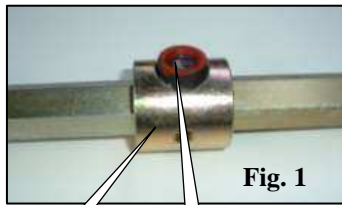
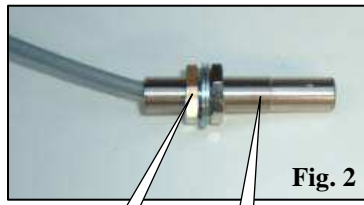
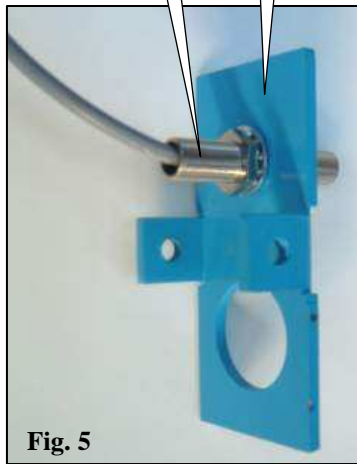
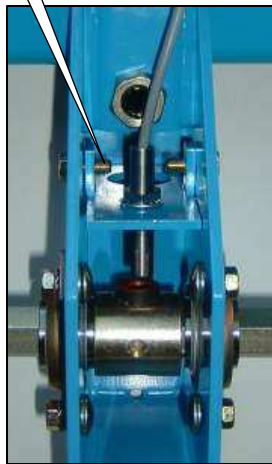

Fig. 1
Fig. 2
Fig. 5
Fig. 6
- **Sur semoir NG+ et NX (à partir de 2006)**, enlever le couvercle du boîtier A (fig.1) et la distribution. Retirer la tôle de protection I (Fig. 6) fixée sur le boîtier.
- **On NG+ and NX seeders (from 2006)**, remove the unit's cover A and the feed mechanism. Remove the protective metal plate I (Fig. 6) mounted on the unit.
- **Bei einer NG+- oder NX-Sämaschine (vor 2006):** Nehmen Sie den Deckel des Gehäuses A (Abb.1) und das Säsystem ab. Nehmen Sie ein Furchenrad, eine Säscheibe und den Zulauf aus schwarzem Plastik ab. Montieren Sie den neuen Zulauf B (Abb. 2) Ref. 7079.a (Haken nach unten, Achse und Stift nach oben).
- **Bei einer NG+- oder NX-Sämaschine (ab 2006):** Nehmen Sie den Deckel des Gehäuses A (Abb.1) und das Säsystem ab. Entfernen Sie das Schutzblech I (Abb. 6), das auf dem Gehäuse befestigt ist.
- **Bei einer NC-Sämaschine:** Senken Sie die Schar. Nehmen Sie den Deckel des Gehäuses A (Abb. 1) und das Säsystem ab.
- **Bei einer NG+- oder NX-Sämaschine:** Montieren Sie mit Hilfe der Sechskantschraube F (Abb. 1 und 5) die Schutzplatte E (Abb. 1 und 5) Ref. 6240 auf den Deckel des Sägehäuses, ohne dabei das Blech G (Abb. 1 und 5) Ref. 6241 zu vergessen.
- **Op zaaimachine NG+ en NX (voor 2006):** verwijder de deksel van het distributiehuis A (fig.1) en het distributiemechanisme. Demonteer een dieptemeterwiel en een schijf evenals de zwarte plastic zaadkorrelafvoerstuk. Monteer het nieuwe zaadkorrelafvoerstuk B (fig.2) ref. 7079.a (haak beneden, as plus borgpen boven).
- **Op zaaimachine NG+ et NX (vanaf 2006),** verwijder de deksel van distributiehuis A (fig.1) het distributiemechanisme. Verwijder de beschermkap I (Fig. 6) op het distributiehuis.
- **Op zaaimachine NC:** laat de kouter zakken. Verwijder het deksel van distributiehuis A (fig. 1) en het distributiemechanisme.
- **Op zaaimachine NG+ en NX:** monteer de beschermkap E (fig.1 en 5) ref. 6240 op het deksel van de verdeelkast met behulp van de zeskantige schroeven F (fig.1 en 5); vergeet niet de plaat G (fig. 1 en 5) ref. 6241.
- **En sembradora NG+ y NX (antes de 2006)** quitar la tapa de la caja A (fig.1) y la distribución. Desmontar una rueda de control y un disco así como el descenso de granos de plástico negro. Montar el nuevo descenso B (fig.2) ref. 7079.a (gancho abajo, eje más pasador arriba).
- **En sembradora NG+ y NX (a partir de 2006)** quitar la tapa de la caja A (fig. 1) y la distribución. Retirar la placa de protección I (Fig. 6) fijada en la caja
- **En sembradora NC,** bajar la reja. - Quitar la tapa de la caja A (fig. 1) y la distribución.
- **En sembradora NG+ y NX** montar la solapa protectora E (fig. 1 y 5) ref. 6240 en la tapa de la caja de distribución con los tornillos de cabeza hexagonal F (fig. 1 y 5) sin olvidar la placa G (fig. 1 y 5) ref. 6241.
- **Nei modelli di seminatrice NG+ e NX, (immatricolati prima del 2006)** rimuovere il coperchio della scatola A (fig.1) e la distribuzione. Smontare una ruota di calibro, un disco e la discesa di semi in plastica nera. Montare la nuova discesa B (fig.2) ref. 7079.a (gancio in basso, asse più copiglia in alto).
- **Nel modello di seminatrice NC, (immatricolati dal 2006)** abbassare il vomere. Rimuovere il coperchio della scatola A (fig. 1) e la distribuzione. Rimuovere la lamiera di protezione I fissata sulla scatola (Fig.6)
- **Nei modelli di seminatrice NG+ e NX,** montare la bavetta di protezione E (fig. 1 e 5) ref. 6240 sul coperchio della scatola di distribuzione con le viti a testa esagonale F (fig. 1 e 5) senza dimenticare la lamiera (fig. 1 e 5) ref. 6241.
-Coller l'aimant B sur la noix A (fig. 1) si cela n'est pas déjà fait.
-**Sur NC et NG+**, positionner le capteur C sur la tôle G (fig. 5). Monter la tôle G dans la boîte à capteur à l'aide des deux vis H (fig. 6).
-Ajuster la position du capteur à l'aide des deux écrous de blocage L (fig. 2) de telle sorte que **le bout du capteur se trouve à environ 5 mm de l'aimant**. (une fois branchée et sous tension, un voyant s'affiche à l'écran de la console à chaque passage de l'aimant devant le capteur).
-**On NC and NG+ seeders**, position sensor C on metal plate G (fig. 5). Mount metal plate G in the sensor unit using the two screws H (fig. 6).
-**Bei NC- und NG+-Sämaschinen:** Positionieren Sie den Sensor C auf dem Blech G (Abb. 5). Montieren Sie mit Hilfe der beiden Schrauben H (Abb. 6) das Blech G in das Sensorgehäuse.
- **Op de NC en NG+** plaatst u de sensor C op de plaat G (fig. 5). Monteer de plaat G in de sensorkast met behulp van twee schroeven H (fig. 6).
- **En NC y NG+**, situar el captador C en la placa G (fig. 5). Montar la placa G en la caja del captador con los dos tornillos H (fig. 6).
-**Nei modelli NC e NG+**, posizionare il sensore C sulla lamiera G (fig. 5). Montare la lamiera G sulla scatola del sensore con le due viti H (fig. 6).